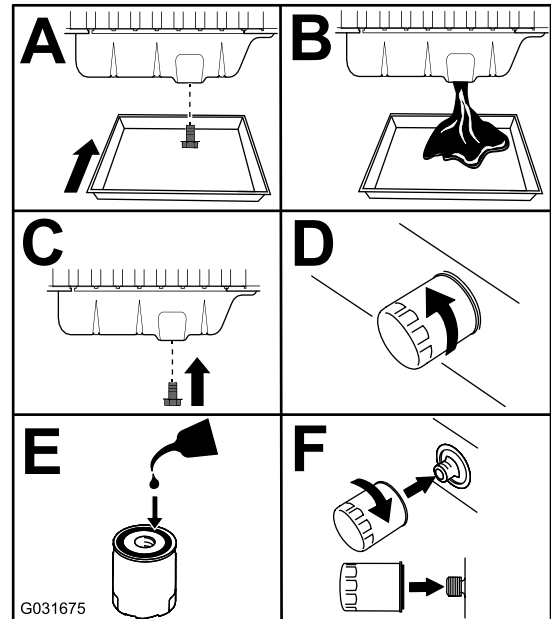

Bild 89
3. Tauschen Sie das Motoröl und den Motorölfilter aus (Bild 89).